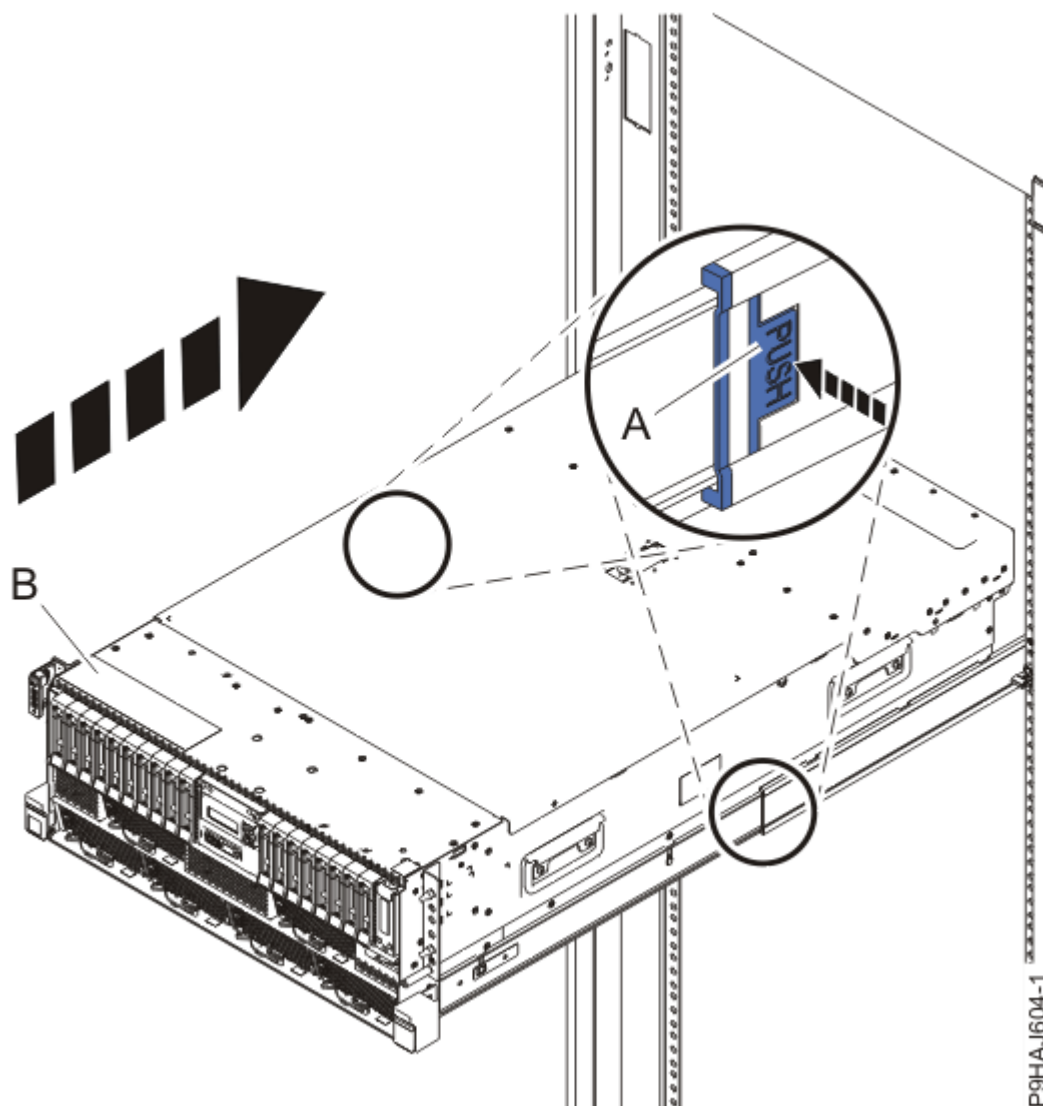

Figura 17. Colocación del sistema en posición operativa
3. Para un sistema montado en bastidor, desbloquee los pestillos de seguridad de color azul de los rieles **(A)**, tal como se muestra en la Figura 17 en la página 23 presionándolos hacia dentro.